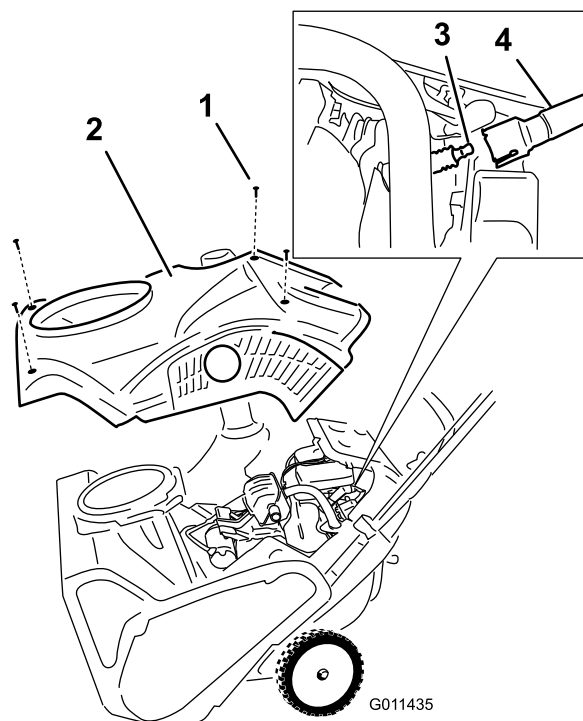

Figure 34
4. Enlevez les 4 vis de fixation du carénage (Figure 34).
6. Déposez le carénage (Figure 34).